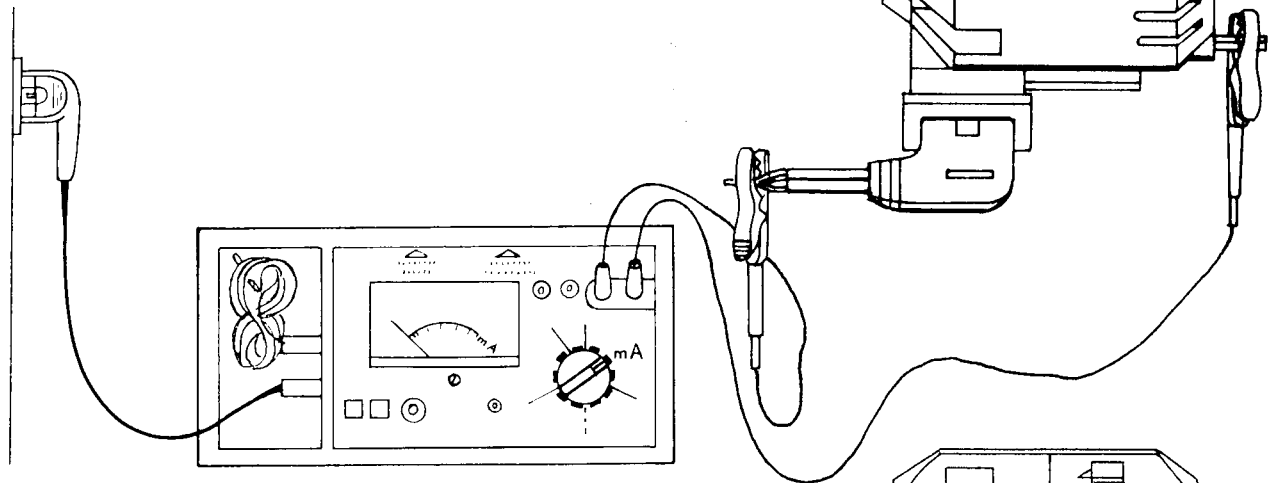

Fig. 61
- Bei PFAFF Motoren der 1025 und 1027 den Hilfswinkelstecker Best. Nr. 29 924 800-04 anbringen und die Mutter Best. Nr. 92 320 068-05 anschrauben. Die zwei Kabel wie in Abb. 61 anbringen.
- Zwei Kabel rechts in Metratester einstecken (siehe Abb. 61).
- On motors of Pfaff 1025 and 1027 machines apply auxiliary angular plug No. 29 924 800-04 and screw on nut No. 92 320 068-05. Connect the two wires as shown in Fig. 61.
- Insert the two wires on the right-hand side of the Metraster (Fig. 61).
- Sur les moteurs des Pfaff 1025 et 1027, monter la fiche coudée auxiliaire, réf. 29 924 800-04, et visser l'écrou, réf. 92 320 068. Fixer les deux câbles selon fig. 61.
- Placer les deux câbles de mesure à droite dans le Metratester, selon fig. 61.